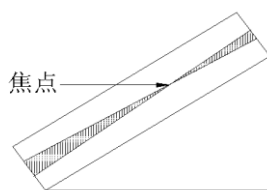

图 11: 激光调焦示意图 2
- c) 使激光低功率输出，保持 Z 轴高度不变，移动 Y 轴，或者运行程序经过三角块，此时在三角块上面会出现烧熔的痕迹，而烧熔最小点即为激光的焦点，如图 11 所示：